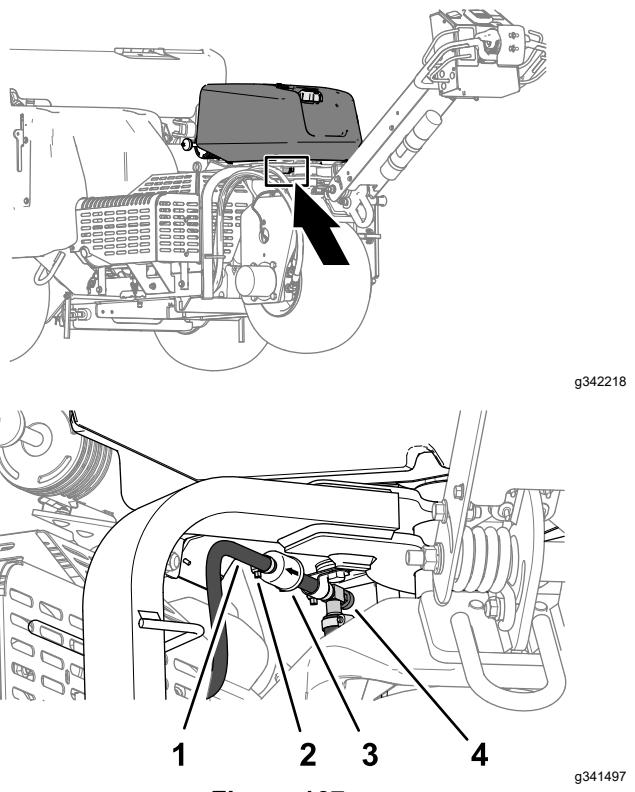

Figure 167
2. Fermez le robinet d'arrivée de carburant (Figure 167).